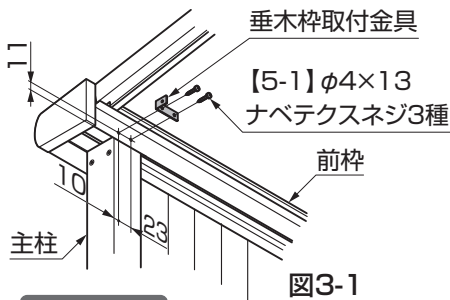

図3-1
- ①前柵に主柱の外側面から10mmの位置のV溝に、ネジ固定箇所の印をつけてください。（図3-1参照）
- ②垂木柵取付金具を前柵に、【5-1】で取付けてください。